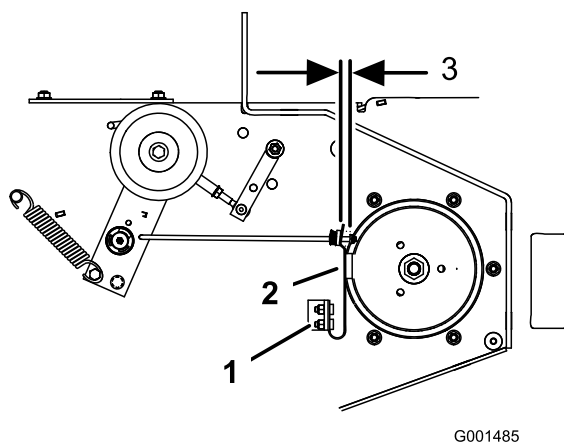

Figura 60
- Si es necesario, ajuste los pernos de montaje del muelle hasta que la pastilla de freno de la cuchilla roce contra ambos lados de la ranura de la polea (Figura 60).
- Ajuste la tuerca del extremo de la varilla de freno de la cuchilla hasta que quede un espacio de 3 mm – 5 mm (1/8 – 3/16 pulgada) entre la tuerca y el espaciador (Figura 60).